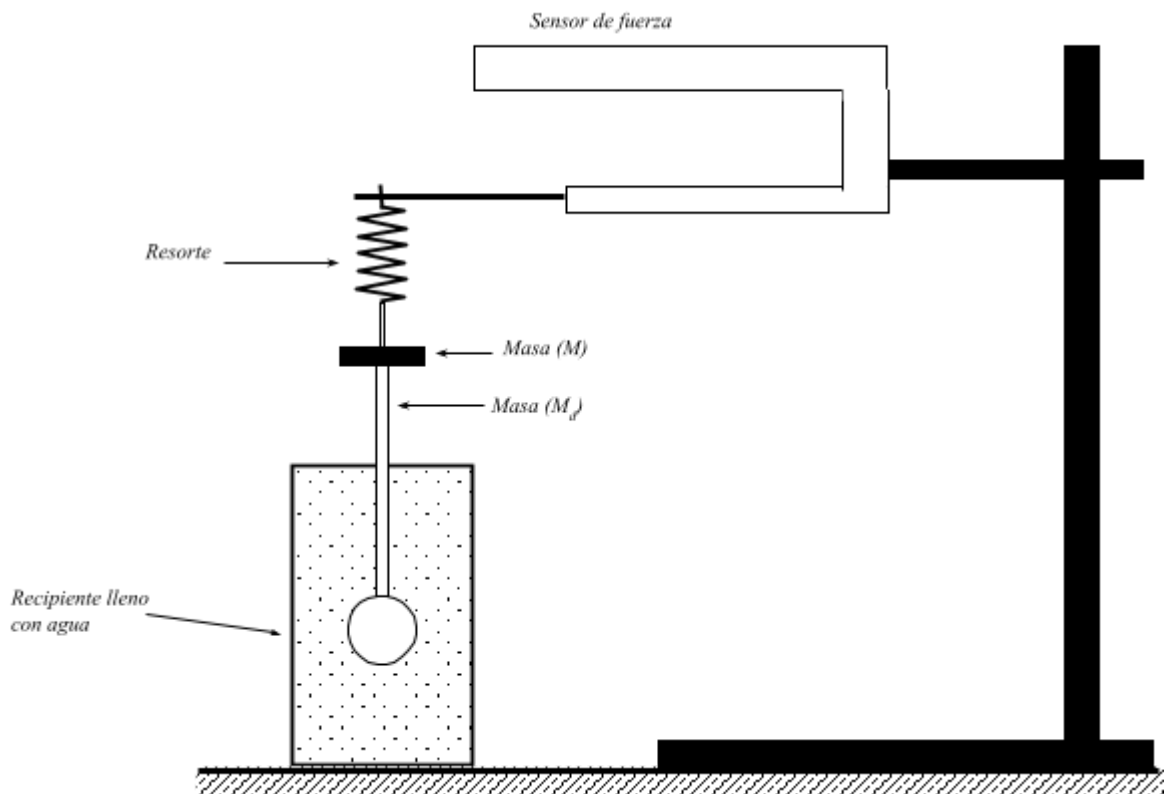

Figura 1: Montaje experimental de la masa colgada del resorte y sumergida en agua.
Vamos a sumergir la masa colgada de un resorte en un fluido viscoso (puede ser agua) como se muestra en la Figura 1. Para analizar el problema necesitamos medir alguna magnitud relacionada con la posición (ec. 3). En este caso ¿Será posible utilizar el sensor de posición por ultrasonido que utilizamos en la clase anterior? ¿Por qué?
- a) Preparar el experimento según la figura 1.
- d) Obtener la posición en función del tiempo y analizar los datos adquiridos mediante el ajuste no lineal de la ecuación (3) de forma similar a lo realizado en la clase anterior. Es posible obtener la constante de amortiguación analizando solamente la amplitud. Analice si es conveniente hacer esto o directamente ajustar la dependencia de la fuerza con la posición completa.
- f) Obtener la frecuencia angular del oscilador amortiguado y no amortiguado, obtener la constante de amortiguación. Analizar las magnitudes en función de las masas según las ecuaciones (4).